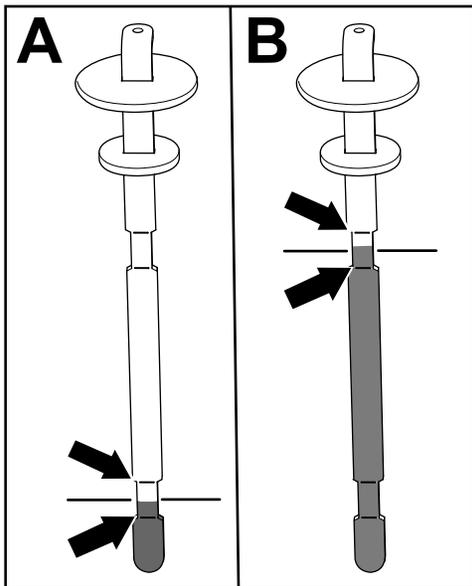

図 84
5. ディップスティックを抜いて油量を点検する 図 84。
2本のマークの間であれば適切A 図 84。その下のマークより上でもOK。
- 油圧駆動式アタッチメント用ホースキットを搭載している場合オイル量がディップスティックについている上側の2本のマークの間であれば適切B 図 84。